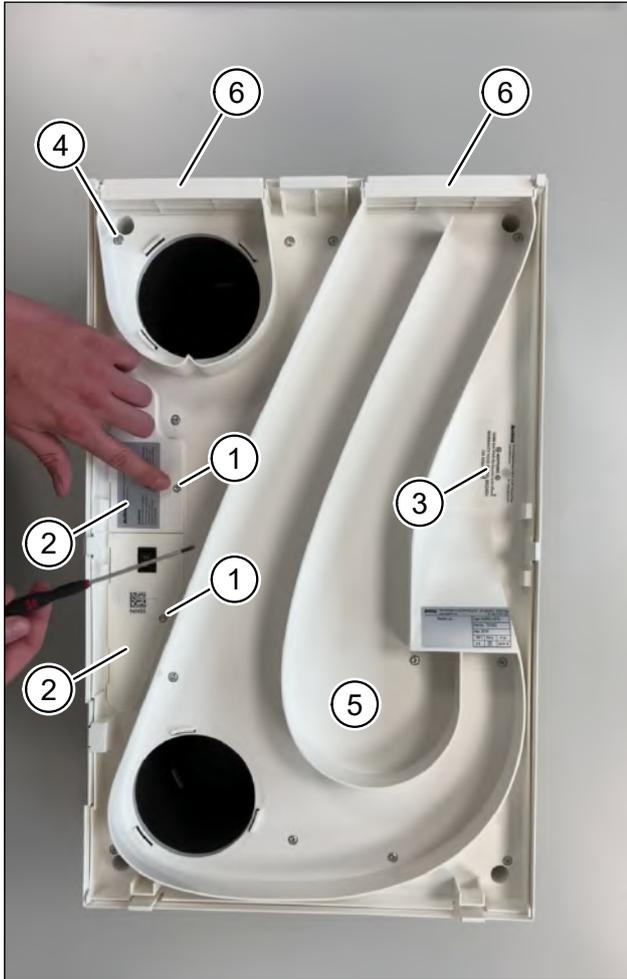

Abb. 3: Elektronikabdeckungen und Zwischenplatte entfernen
- ▶ Lösen Sie mit dem Torx-Schraubendreher TX10 die beiden Schrauben (Pos. 1 in Abb. 3) an den Elektronikabdeckungen.
- ▶ Heben Sie die beiden Elektronikabdeckungen (Pos. 2 in Abb. 3) ab.
- ▶ Entfernen Sie das Siegel (Pos. 3 in Abb. 3) mit einem Schlitzschraubendreher.
- ▶ Lösen Sie mit dem Torx-Schraubendreher TX20 die 13 Schrauben (Pos. 4 in Abb. 3) auf der Zwischenplatte.
- ▶ Heben Sie die Zwischenplatte (Pos. 5 in Abb. 3) mit den beiden Luftgittern (Pos. 6 in Abb. 3) ab.